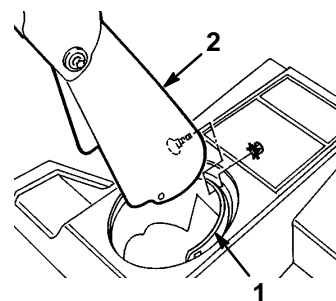

Figure 5
- Placer la poignée d'orientation sur la couronne d'éjecteur (Fig. 5).
- Tourner le trou arrière de l'éjecteur face au trou central de la couronne (Fig. 5).
- Insérer un boulon de carrossier dans les trous centraux, et le fixer à l'aide d'un écrou placé à l'extérieur (Fig. 5).